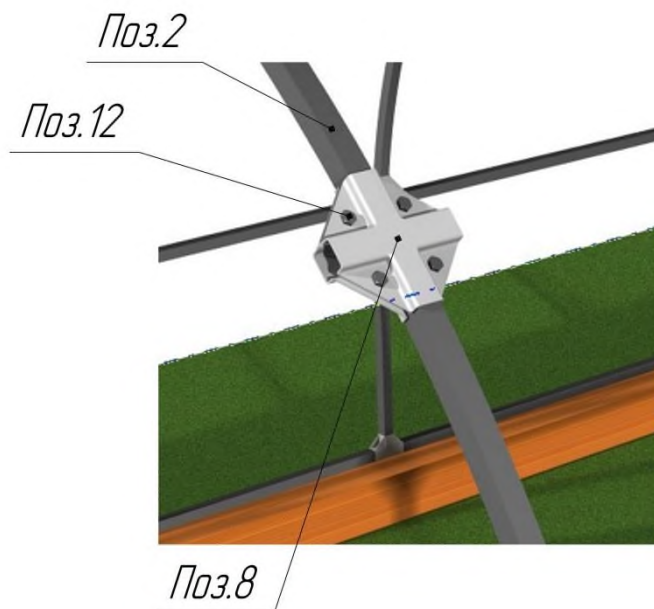

Рис.9 Монтаж крепления-спайдер «Х-образного»
6. Закрепить на полудугу (**Поз.2**) крепление-спайдер «Х-образный» (**Поз.8**) (не затягивать) (рис.9).